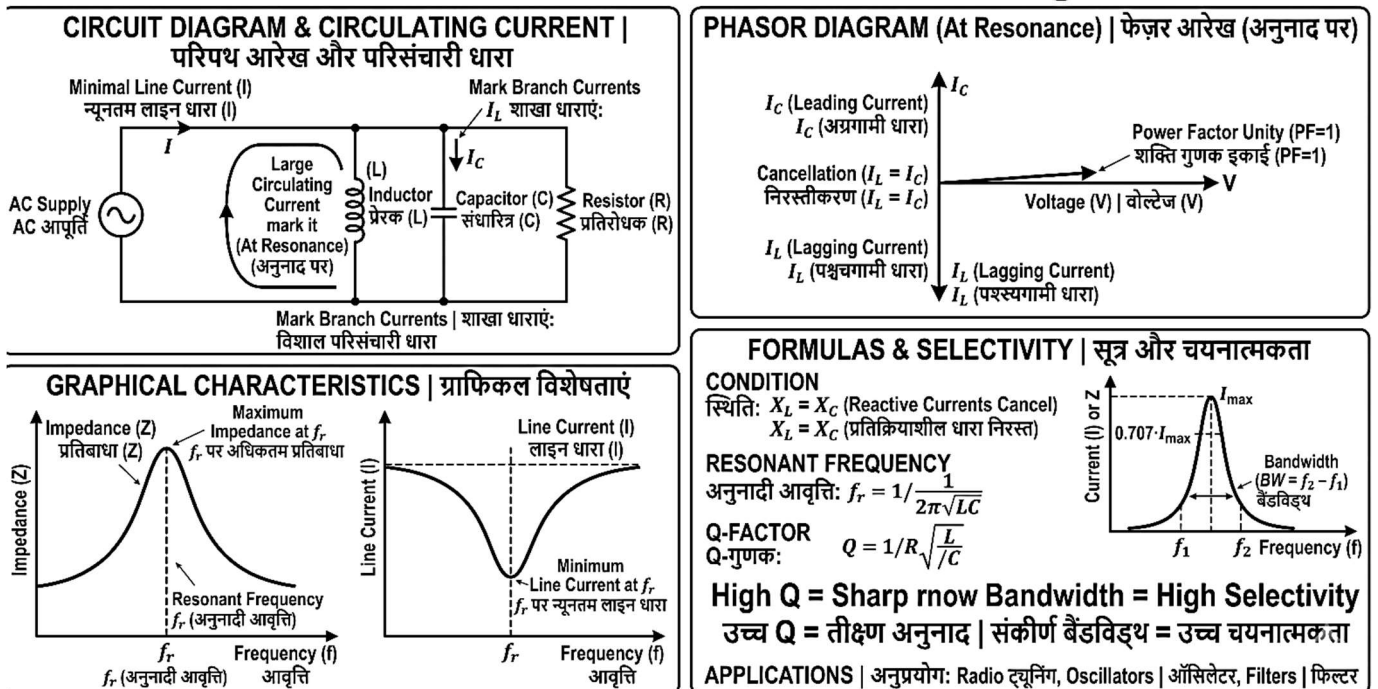

Fig. 5.4: Parallel Resonance Circuit | समानांतर अनुनाद परिपथ
5.4.1 Introduction (Fig. 5.4)
5.4.1 परिचय (Fig. 5.4)